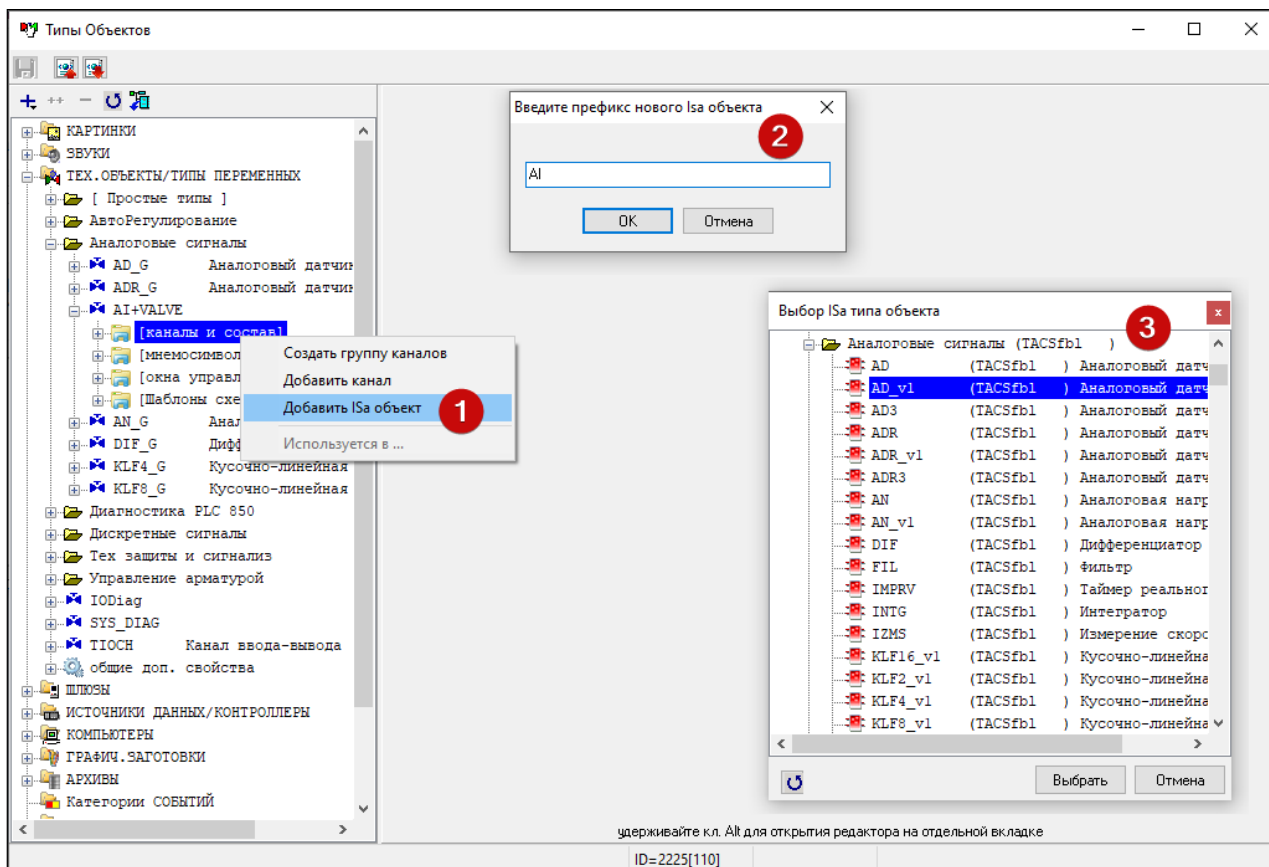

Рисунок 16.2. Добавление ISa объекта
- выделите позицию "каналы и состав" и выберите пункт контекстного меню "Добавить ISa объект" (рис. 16.2 [1]);
- в открывшемся окне введите префикс нового ISa объекта (рис. 16.2 [2]);
- в открывшемся окне "Выбор ISa типа объекта" выберите нужный ISa тип (рис. 16.2 [3]);